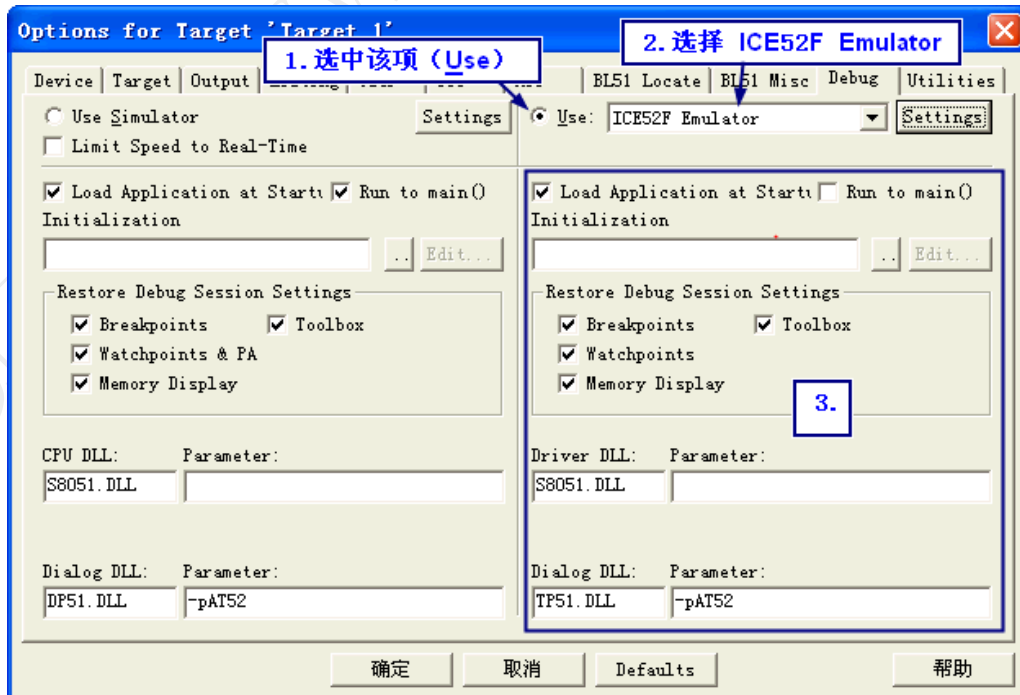
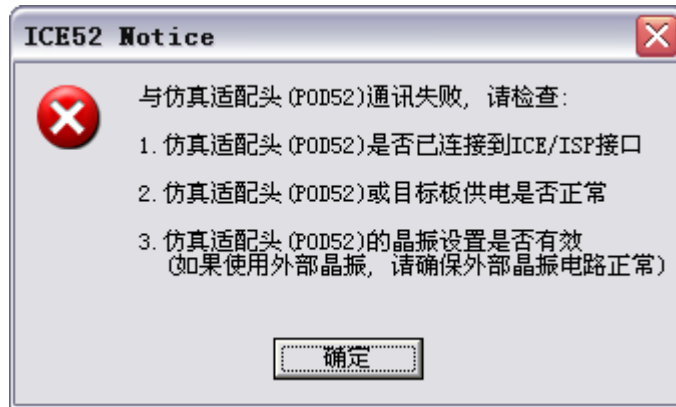

图 3.13 Keil 仿真设置
图 3.16
1) 接着 3.1 章节建立的 Keil C51 程序，点击 Keil 的工具栏按钮 ，在弹出的对话框中选择“Debug”选项页。参见图 3.13 中的设置步骤进行设置。
在下拉框中如果没有发现“ICE52F Emulator”选项，可能是没有安装 ICE52F 的仿真驱动程序，请参考第二章的仿真驱动程序安装部分。其他设置请保持与图 3.13 一致。
如果 Keil 弹出如图 3.16 提示信息框, 表明仿真器与仿真头通讯失败! 请按提示信息的内容检查。另外请参照前面图 3.13 检查是否选择了正确的 Keil 驱动, 如果 USB 驱动未正确安装, 也会导致连接失败。